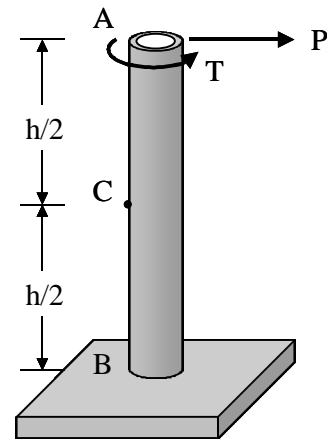

Fig. 4
4. A vertical tube of 1.5 m high is rigidly fixed at its base and subjected to a horizontally applied load $P = 7.5 \text{ kN}$ and a torque $T = 3.5 \text{ kN}\cdot\text{m}$ at its top as shown in Fig.4. The cross-sectional dimensions are $\text{OD} = 180 \text{ mm}$ and $\text{ID} = 170 \text{ mm}$, and the material's elastic moduli are $E = 70 \text{ GPa}$ and $G = 26 \text{ GPa}$. Determine the followings (30 points):
- Un tube vertical A de 1.5 m de haut est encastré à sa base et soumis à une charge horizontale appliquée $P = 7.5 \text{ kN}$ et à un couple de torsion $T = 3.5 \text{ kN}\cdot\text{m}$, tous deux appliqués à son extrémité supérieure, tel qu'illustré à la Fig.4. La section tubulaire circulaire a un diamètre extérieur $\text{OD} = 180 \text{ mm}$ et intérieur $\text{ID} = 170 \text{ mm}$, et les modules d'élasticité du matériau sont de $E = 70 \text{ GPa}$ et $G = 26 \text{ GPa}$. Déterminez les valeurs suivantes (30 points):